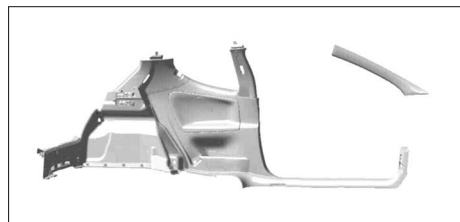

FIG. 92
- Dégager partiellement les garnitures intérieures (Fig.92).